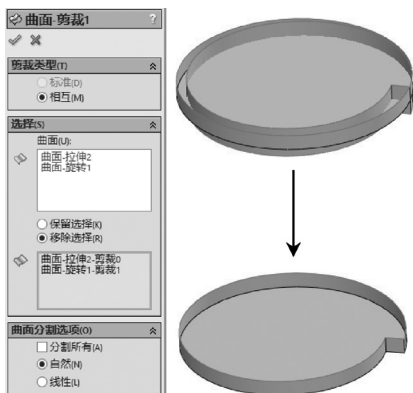

图 4-95 曲面剪裁操作 1
STEP 6 单击“曲面”工具栏中的“剪裁曲面”按钮，以“交互”剪裁方式将 **STEP 3** 和 **STEP 5** 创建的两个曲面剪裁为如图 4-95 所示的效果。